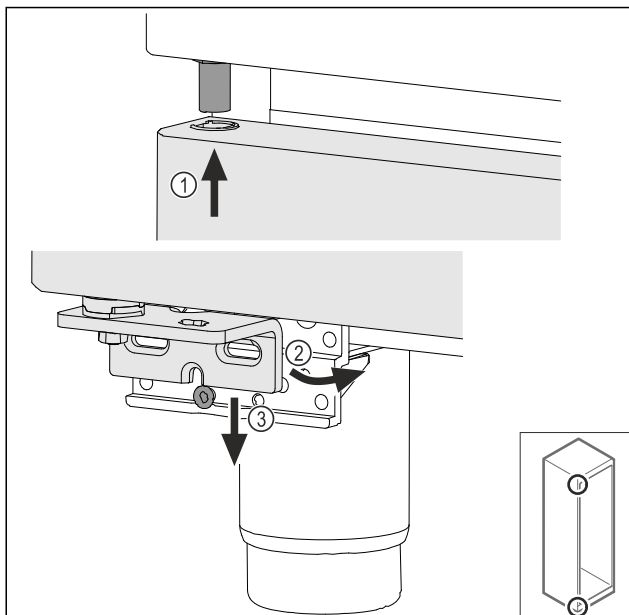

Fig. 74
- ▶ Umetnite vrata lagano nagnuta gore Fig. 74 (1), poravnajte vrata Fig. 74 (2) i dolje ih postavite na vijak podloška ležaja Fig. 74 (3).